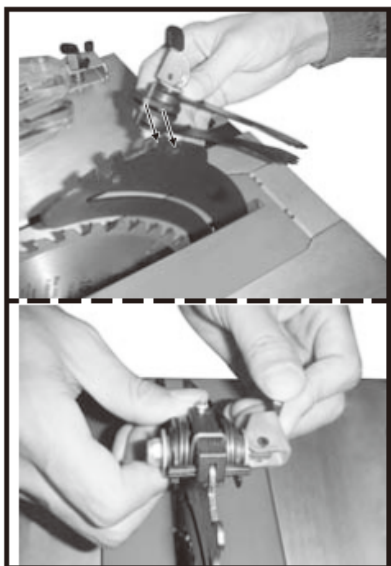
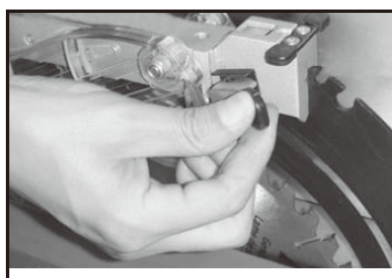
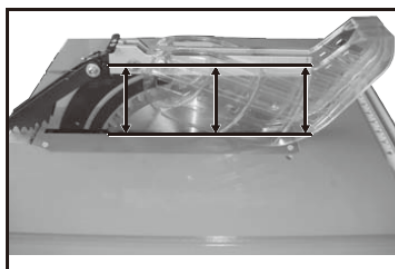

Рис. 18
Рис. 20
Рис. 21
6.3 Установка стопоров для предотвращения отскока заготовки и защитного ограждения пильного диска (Рис. 18-Рис. 21)
- Установите стопоры на расклинивающем ноже, как показано на Рис. 18, штифт на стопорах вставляется в паз на расклинивающем ноже.
- Зафиксируйте рукоятку, как показано на Рис. 18.
- Затем затяните рукоятку, как показано на Рис. 20, ограждение пильного диска должно располагаться параллельно поверхности рабочего стола (Рис. 21). Если защитное ограждение диска не параллельно столу, установить расклинивающий нож в верхнее положение не получится.